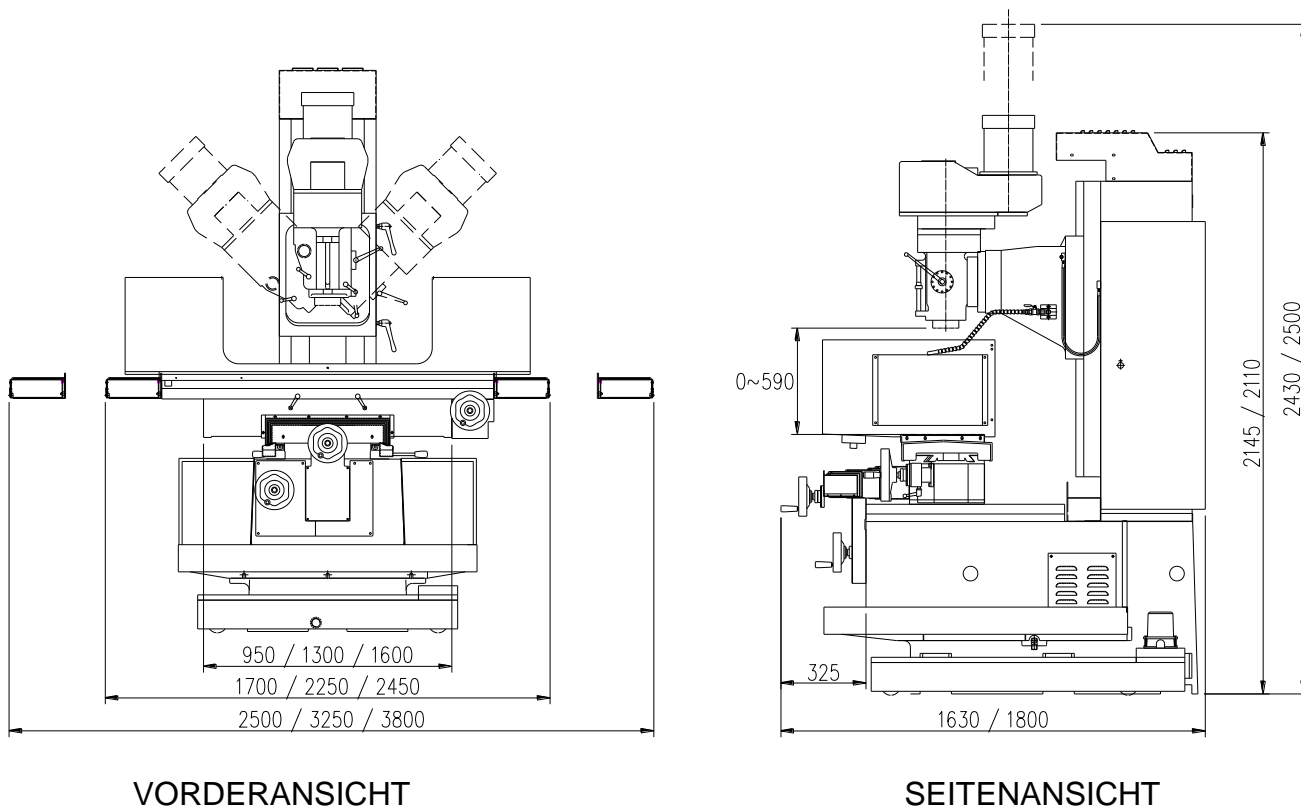

Abb. 2.1
1.3 Gefahrenbereiche (Abb. 2.1)